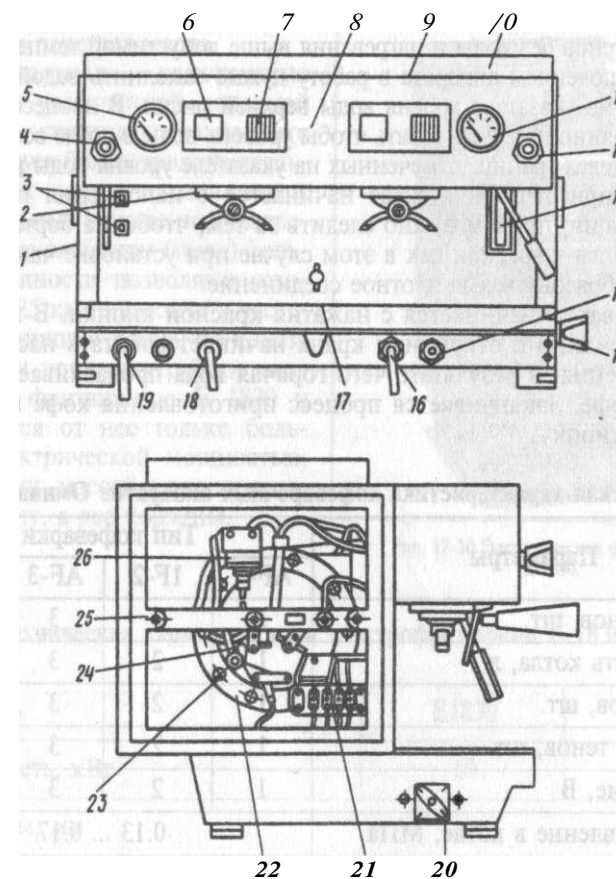

Рис. 17-19 Кофеварочный аппарат Омниа-люкс.
**Кофеварочный аппарат Омниа-люкс (рис.17-19).** Аппарат изготовляется в Венгрии и предназначен для приготовления кофе путем пропускания через порошок кофе под давлением горячей воды. Он имеет несколько модификаций, изготавливаемых с 1-4 кранами и управляемыми нажимными кнопками.